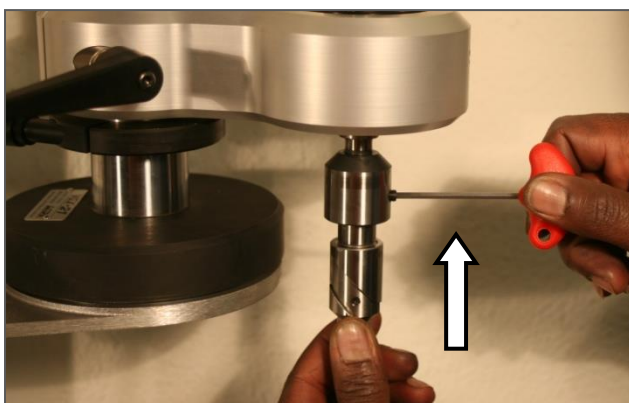

Fig. 7
3. Sujete el VGX-21 en la tabla de almacenamiento (AT) o sobre una superficie limpia de trabajo mediante la activación de la base de imán (Pos.1), sujetar el brazo de pivote y bloquee la empuñadura en estrella. Seleccione una herramienta de cabezal adecuada (ver catalogo de herramientas MIRA) para el procesamiento óptimo del asiento de válvula. Inserte la herramienta firmemente en el eje. Controle que el punto de la herramienta y la marca en el tornillo de fijación de la guía del husillo están alineados (Fig. 7). Para más información ver "Cambio del cabezal de herramienta" en la página 26.